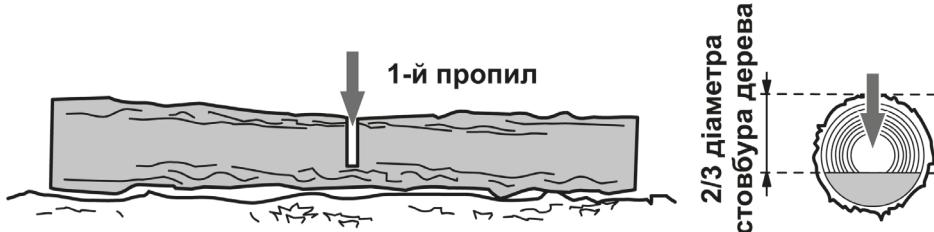

Рисунок 13. Схема попереднього розпилу колоди.
1. Перший розпил зробити згори вниз на $2/3$ діаметра стовбуру дерева (рис. 13).